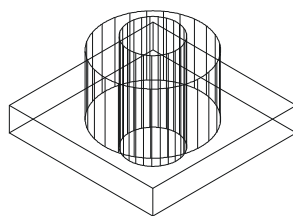

图 9-1-2
STEP 02 使用 CYLINDER 命令在长方体表面上绘制直径分别为 40 和 80 的圆柱体，如图 9-1-2 所示。其具体操作如下：